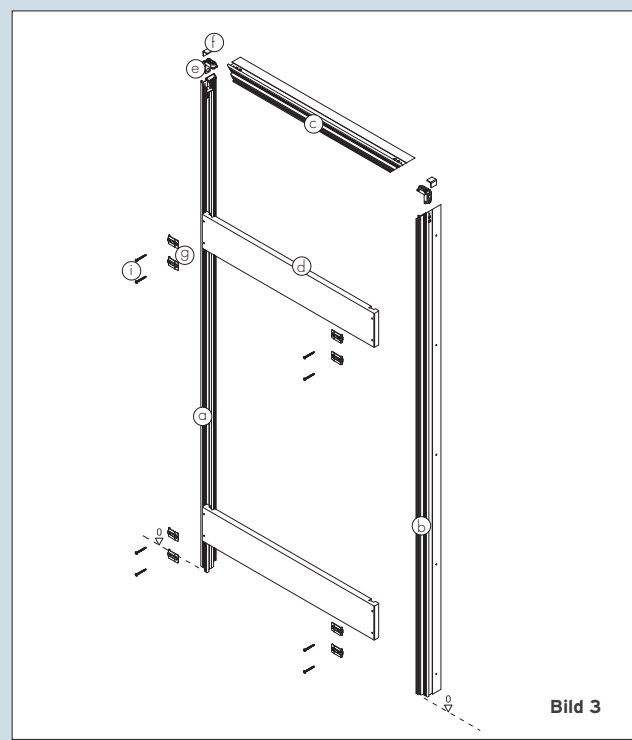

Bild 3
3. Übersicht Zusammenbau (Bild 3).